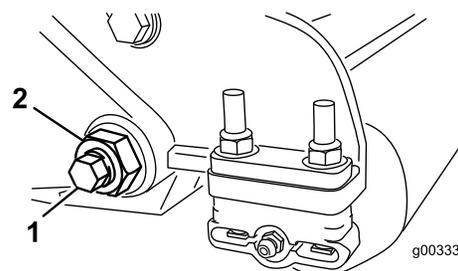
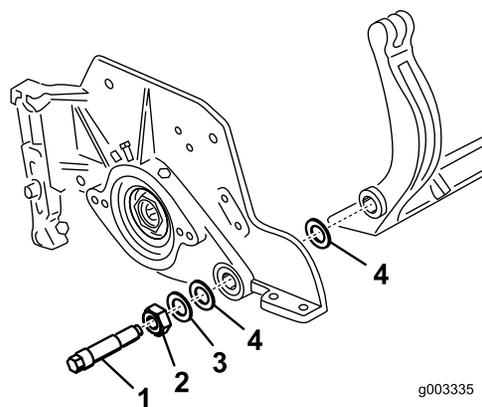

Figura 29
Figura 30
- Su ciascun lato della macchina, allentate il dado di bloccaggio che fissa il bullone della barra di appoggio (Figura 29).
- Togliete ciascun bullone della barra di appoggio consentendo alla barra di appoggio di essere tirata verso il basso e rimossa dal bullone della macchina (Figura 29). Considerate 2 rondelle in nylon e 1 rondella in acciaio stampato su ciascun lato della barra di appoggio (Figura 30).
- Fissate la barra di appoggio su ciascuna piastra laterale mediante gli appositi bulloni (dadi sui bulloni) e 6 rondelle. Una rondella in nylon deve essere posizionata su ciascun lato della flangia di estremità della piastra laterale. Posizionate una rondella in acciaio all'esterno delle rondelle in nylon esterne (Figura 30). Serrate i bulloni della barra di appoggio a 27-36 Nm.
9. Fissate la barra di appoggio su ciascuna piastra laterale mediante gli appositi bulloni (dadi sui bulloni) e 6 rondelle. Una rondella in nylon deve essere posizionata su ciascun lato della flangia di estremità della piastra laterale. Posizionate una rondella in acciaio all'esterno di ciascuna rondella in nylon (Figura 32). Serrate i bulloni della barra di appoggio a 37-45 Nm. Serrate i dadi di bloccaggio finché la rondella in acciaio esterna non cesserà di ruotare e il gioco di estremità verrà eliminato, ma non serrate eccessivamente o non deviate le piastre laterali. Le rondelle all'interno possono avere un gioco (Figura 30).